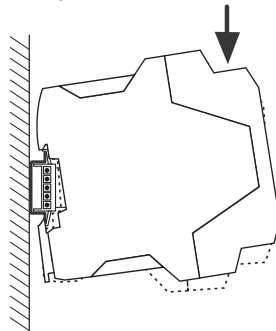

Figura 3-10 Posizionamento del controllore di sicurezza MSI 200 sulla guida
3. Posizionare il modulo come mostrato in Figura 3-10 dall'alto sulla guida, in modo che la tacca di arresto superiore del modulo vada ad agganciarsi sul bordo superiore della guida.